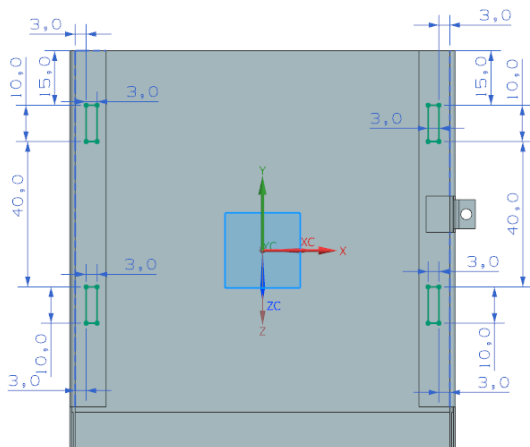

图 7-114 绘制草图
(3) 绘制如图 7-114 所示的裁剪轮廓。单击“完成”图标, 草图绘制完毕。